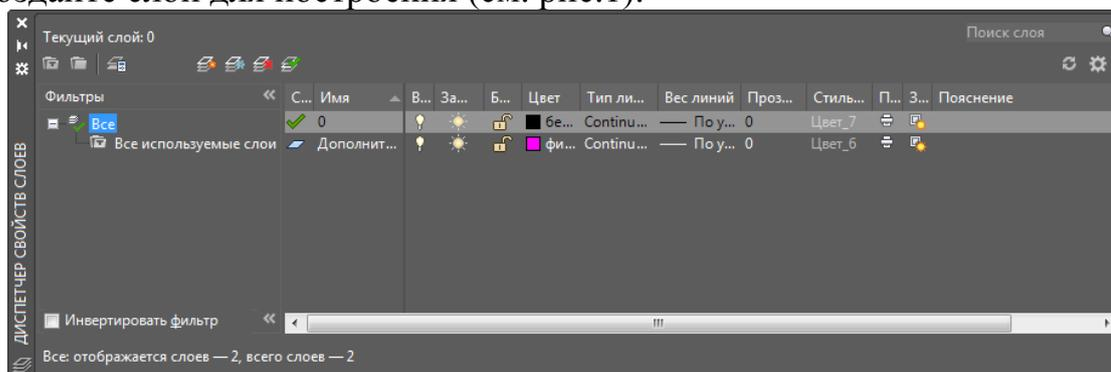

Рис.1
2. Создайте слои для построения (см. рис.1).